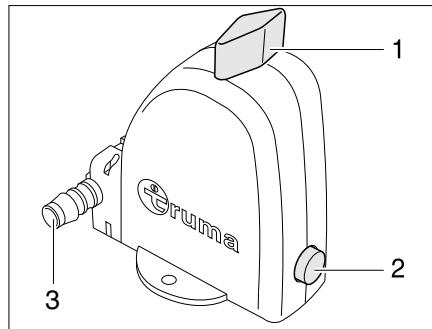

Fig. 321 Valvola di sicurezza/di scarico del boiler - Posizione funzionamento
Il boiler è dotato di una valvola di sicurezza/di scarico (Fig. 321). La valvola di sicurezza/di scarico impedisce che l'acqua congeli nel boiler in presenza di basse temperature esterne, quando il riscaldamento dell'autocaravan non è acceso.
- ▷ Il bocchettone di scarico (Fig. 321,3) della valvola di sicurezza/di scarico deve essere sempre pulito (ad esempio senza ghiaccio, foglie).
- Ruotare la manopola (Fig. 321,1) di 90° nel senso della lunghezza della valvola di sicurezza/di scarico.
Il pulsante (Fig. 321,2) scatta fuori. Il boiler viene svuotato verso l'esterno attraverso il bocchettone di scarico (Fig. 321,3) della valvola di sicurezza/di scarico.
- Ruotare la manopola (Fig. 321,1) di 90° nel senso della larghezza della valvola di sicurezza/di scarico.
- Premere il pulsante (Fig. 321,2).